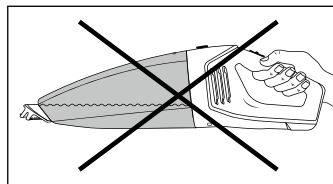

Afb. 3
► Wanneer u vloeistof hebt opgezogen, draag het apparaat dan altijd met het natzuigmondstuk **1** omlaag wijzend (zie afb. 3):